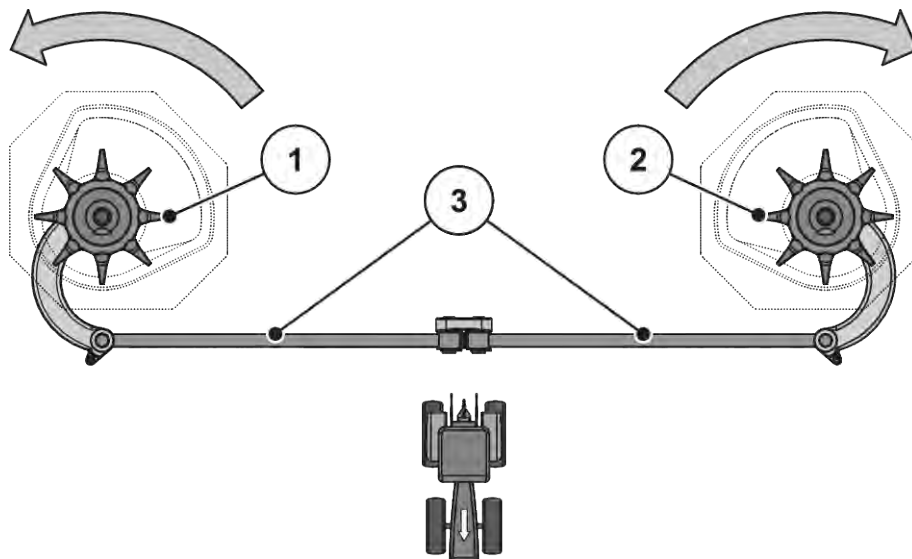

Рис. 60: Проверка привода мешалки
- Поверните рукой головку мешалки **в направлении вращения разбрасывающего диска**. См. Рис. 60 Проверка привода мешалки.
- Поверните головку мешалки с усилием рукой или с помощью ленточного ключа для масляного фильтра **против направления вращения разбрасывающего диска**. см. Рис. 60 Проверка привода мешалки